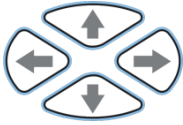

Рисунок 6
– в открывшемся окне (рисунок 6) клавишами   выбрать режим работы;